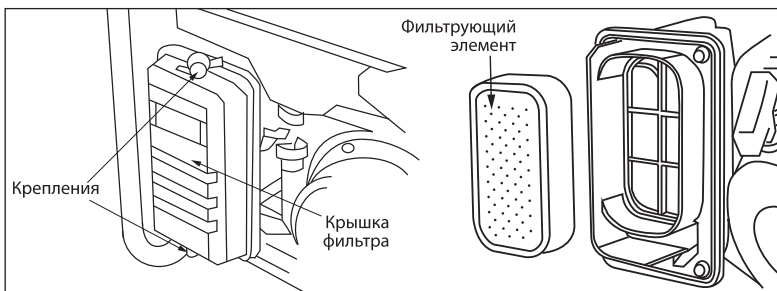

рис. 16
1. Откройте крышку фильтра (рис. 16).